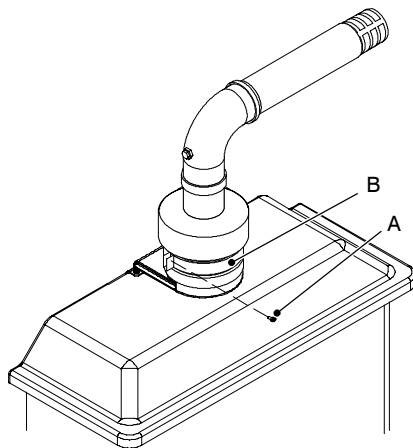

fig. 9.2
- 2 Togliere la vite "A" di fissaggio fascetta metallica e rimuovere la fascetta "B" fig. 9.2